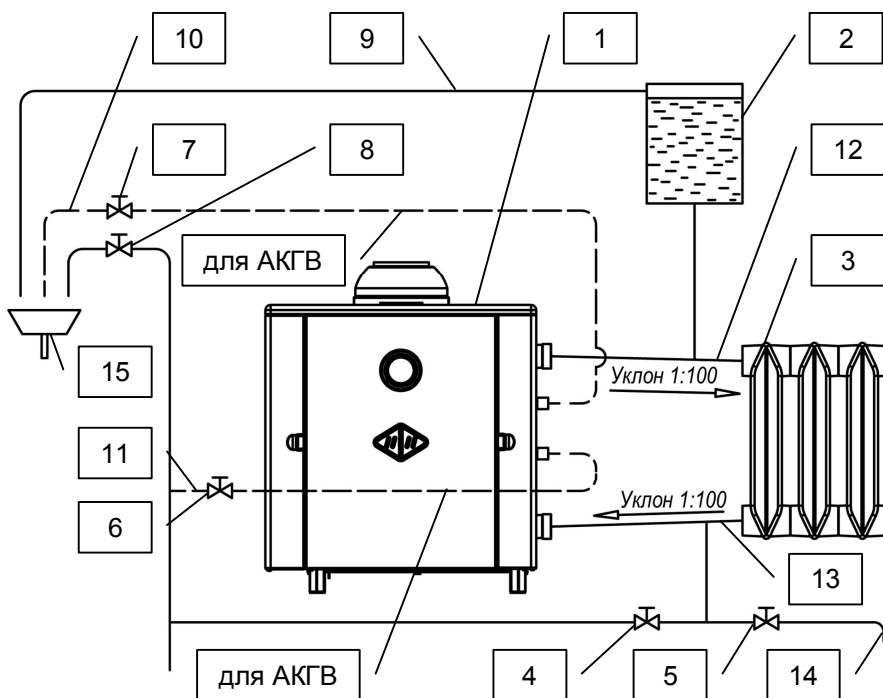

Рис.5 - монтаж аппаратов АОГВ и АКГВ
6.7 В соответствии с рис.5, подсоедините аппарат АОГВ к системе отопления, а аппарат АКГВ - и к системе горячего водоснабжения.
6.8 Заполните систему отопления и аппарат водой от водопроводной сети медленным открытием вентиля рис.5, поз.4. Контроль заполнения системы осуществляется по сигнальной трубе поз.9.